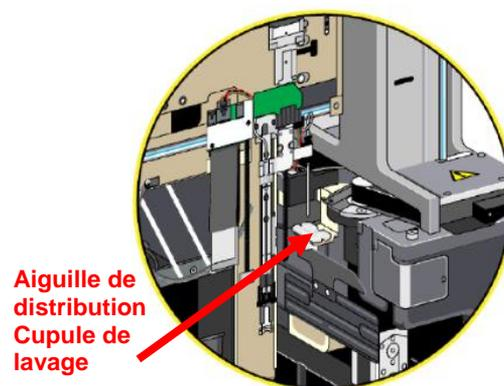

Figure 1 – Cupule de lavage de l'aiguille de distribution
7. Repérez la cupule de lavage de l'aiguille de distribution (voir la Figure 1 ci-dessous).